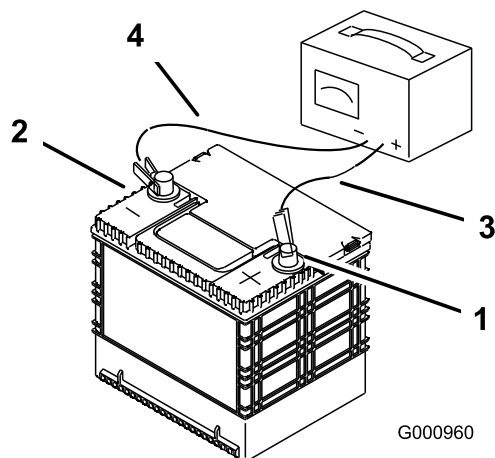

Figura 51
- Quando la batteria è completamente carica, staccate il caricabatterie dalla presa elettrica e scollegate i cavi di ricarica dai poli della batteria (Figura 51).